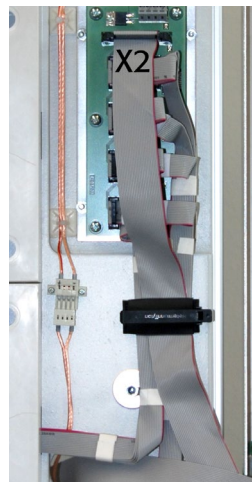

Abb. 3.1-34
Schritt 25: Anschließend werden die Verteilerplatten durch die zwei 26-adrigen breiten Flachbandkabel mit der Steuerung verbunden. Die Flachbandkabel sind mit „**A und B**“ sowie dem Steckerplatz „**X2**“ beschriftet. Der Stecker des Flachbandkabels mit der Aufschrift „**A**“ wird mit der Verteilerplatine mit dem Stecker „**X2**“ im rechten oberen Tastmodul verbunden (**Abb. 3.1-34**). Das lange Flachbandkabel mit der Aufschrift „**B**“ wird durch die vorbereitete Öffnung im **Modul OL** nach hinten verlegt und durch den vormontierten PVC-Installationskanal bis durch die vorbereitete Öffnung im **Modul OR** geführt, um es an der Steuerung anschließen zu können (falls nicht so geliefert). Schließen Sie nun das Flachbandkabel „**B**“ an der linken Verteilerplatine am Stecker „**X2**“ an.